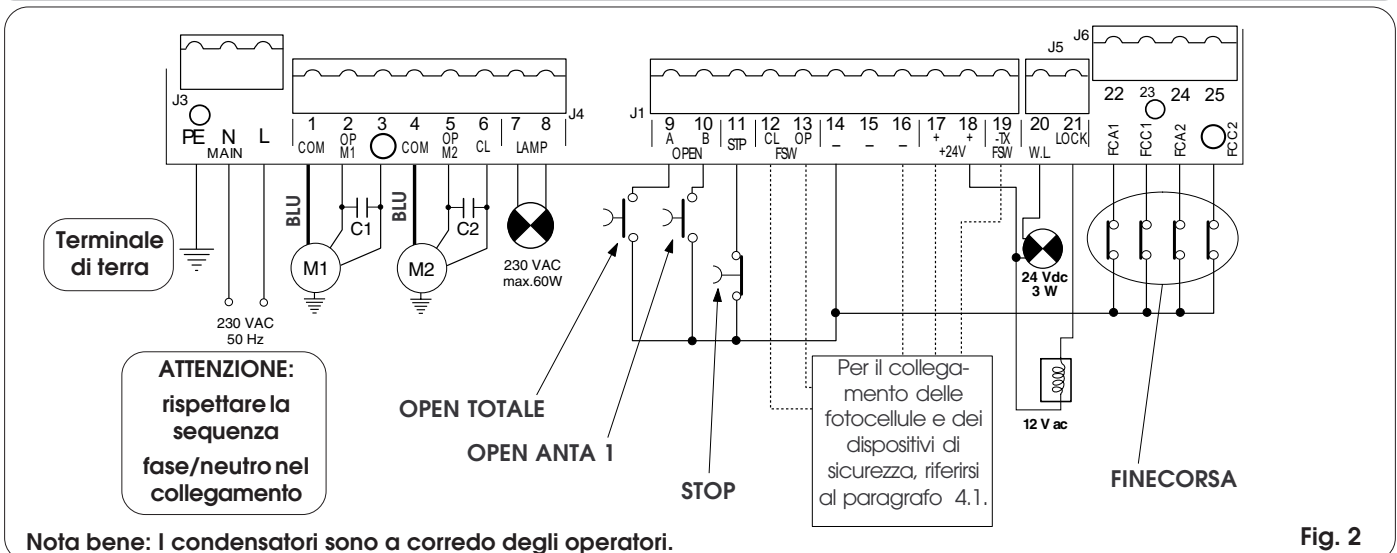

Fig. 2
- Collegare il cavo di terra all'apposito morsetto previsto sul connettore J3 dell'apparecchiatura (vedi fig.2).
4.2. Morsetti J3 - Alimentazione (fig. 2)
4.3. Morsetti J4 - Motori e lampeggiatore (fig. 2)
4.4. Morsetti J1 - Accessori (fig. 2)
4.5. Morsettiera J5 - Lamp. Spia ed Elettroserratura (fig. 2)